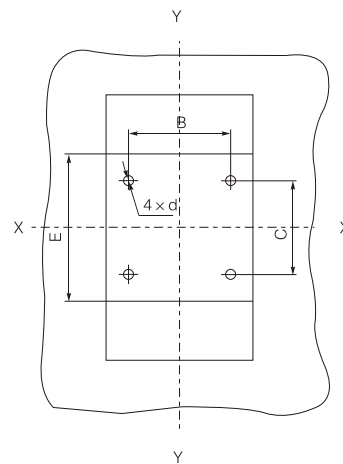

图9 插入式板前接线安装板开孔尺寸
3) 插入式板前接线安装板开孔尺寸见图9(X-X、Y-Y为三极断路器中心)